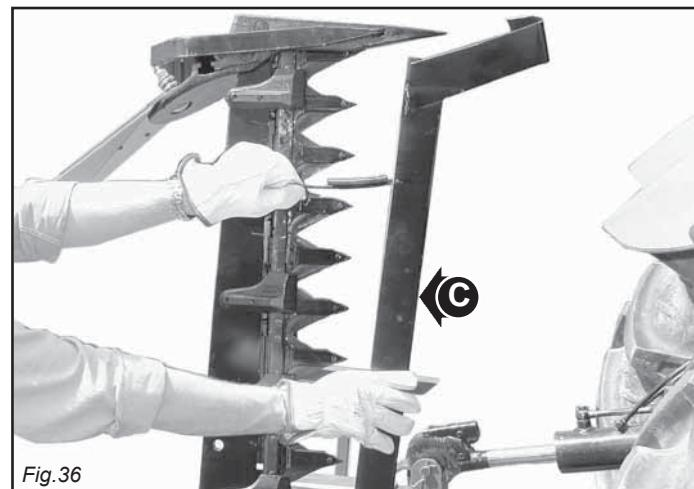

Fig. 36
- Inserire la protezione alle lame taglienti ed alla scarpa esterna (C, Fig. 36).